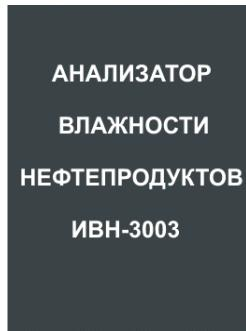

Рисунок 5
6.5 Включите анализатор нажатием и удержанием кнопки ВКЛ/ВЫКЛ (кнопка D). На дисплее появится изображение с номером версии программного обеспечения, а затем заставка (см. рисунок 5).